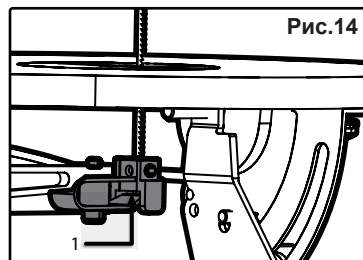

Рис.14
3. Установите лезвие в нижний держатель лезвия и затяните винт с накатанной головкой. Закрепите нижний держатель лезвия за выступ нижнего держателя лезвия (рис. 14 - 1), расположенный под столом.